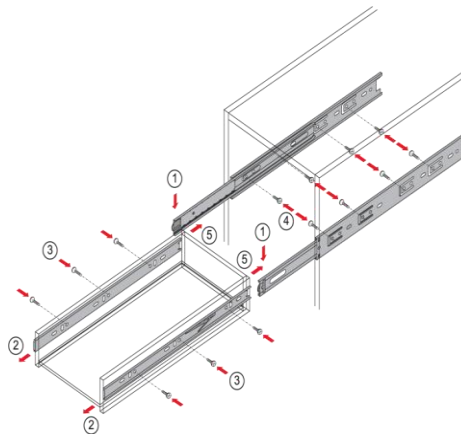

Рис.10
4. Вставить ящики в проем, соединив шариковые направляющие, вставив их друг в друга, пока не раздастся щелчок (Рис.10)